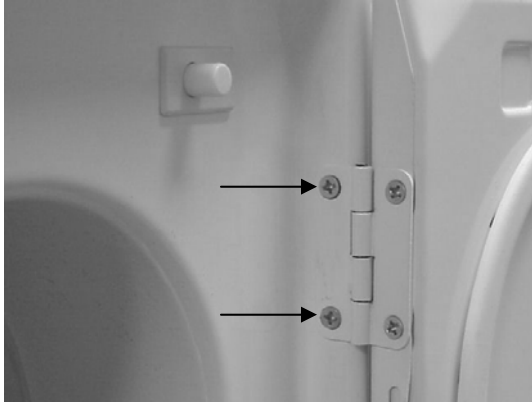

Figure 2
2. Détendez les quatre (4) vis qui tiennent la charnière au Panneau Frontal. (Figure 2). Pour de meilleurs résultats, enlevez seulement une des vis. Enlevez ensuite les deux restantes, entretemps prenez la porte fermement, pour éviter qu'il tombe et cause des dégats à la charnière, le Panneau Frontal ou à la Porte. Après avoir détendu les vis restantes, enlevez les complètement.